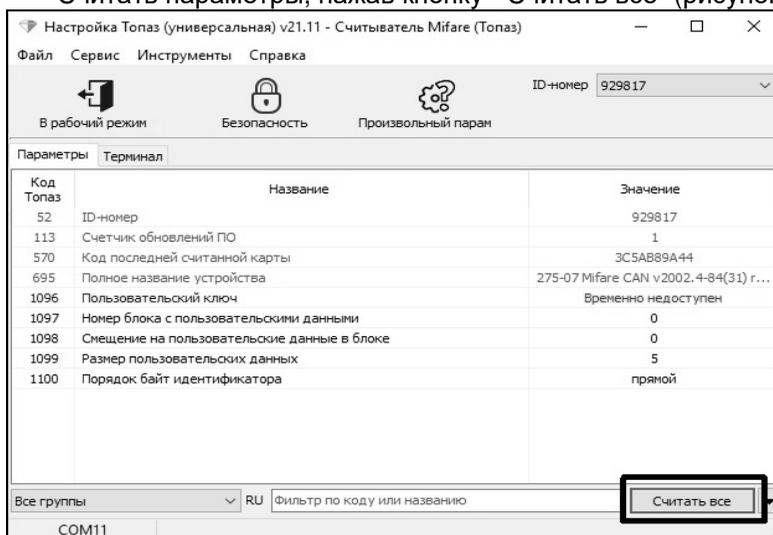

Рисунок 2
– Считать параметры, нажав кнопку "Считать все" (рисунок 2);